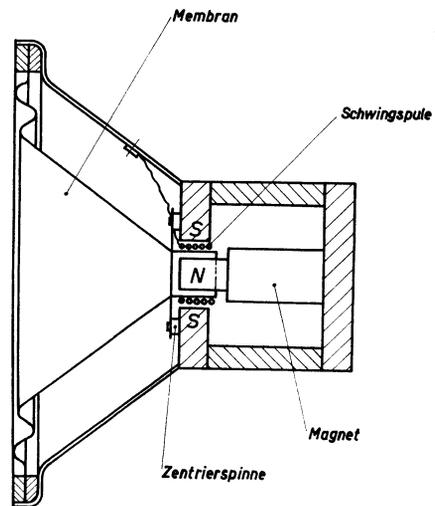

Fig. 12.24. Dynamischer Lautsprecher (Standardausführung).
a) Standardausführung (Fig. 12.24).